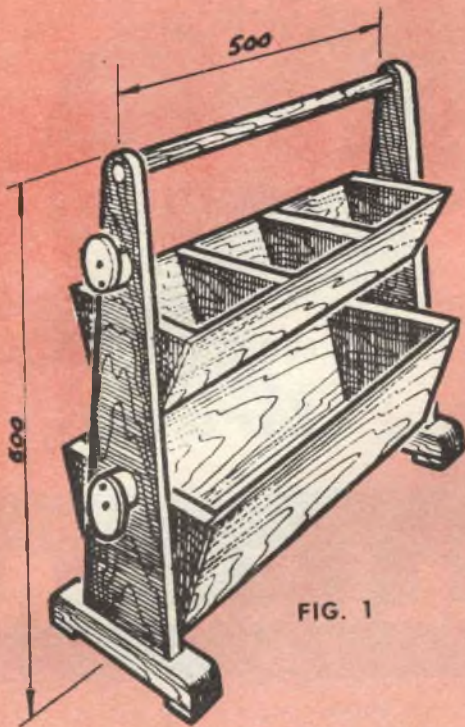

FIG. 1
ANGOLI DI MURI DALLO SPESSORE DI MEZZO MATTONE (fig. 1)
Esso (fig. 1) possiede una grande cassetta inferiore che accoglierà trapano, sega, ecc.... In generale i pezzi ingombranti e pesanti. La cassetta superiore divisa in scompartimenti conterrà viti, chiodi, perni e piccoli attrezzi. Lateralmente abbiamo due supporti che potranno ricevere un filo elettrico o d'allungo per baladenze o trapano elettrico.
1) lasciar colare della pittura fino alla ghiera metallica ed al manico (fig. 1, A); non soltanto vi sporcherete le mani, ma la pittura si insinua fino alla base delle setole, penetra all'interno della montatura in cui essa diviene inattaccabile, cosa ancor più grave, perché in questo caso sono impossibili delle puliture a fondo, la ghiera si gonfia ed il manico rischia di muoversi.